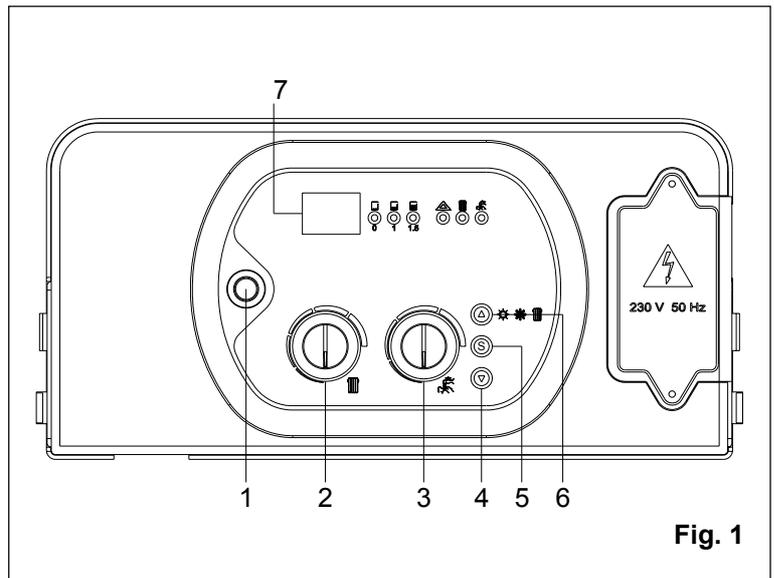

Fig. 1
a. posizionare l'interruttore di accensione (1) su **OFF** (fig. 1);
b. tenere premuti contemporaneamente i tasti (4) e (6), attivare l'interruttore di accensione (1) e attendere che il display (7) visualizzi "PL" – "0";
c. rilasciare i tasti (4) e (6);
d. tenendo premuto il tasto (5), con il tasto (6) selezionare il parametro **4**;
e. rilasciare il tasto (5); poi ripremerlo e rilasciarlo: il display (7) visualizzerà il valore parametro da modificare;
f. agire sui tasti (4) e (6) per modificare il valore parametro: